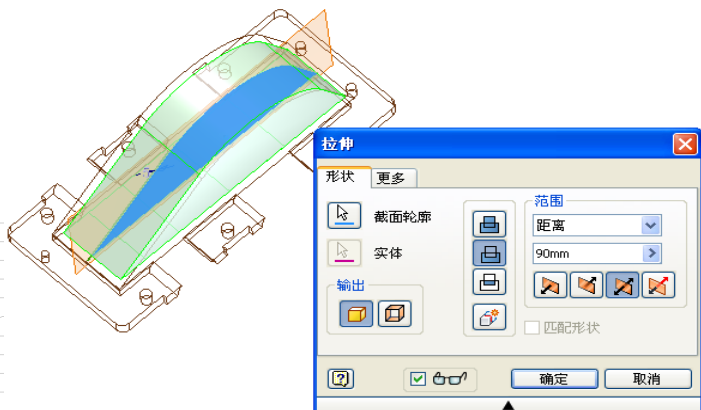

图 9-75 拉伸示意图
③单击【草图】标签上的【完成草图】工具按钮，退出草图环境，进入零件特征环境中，单击【模型】标签栏【创建】面板上的【拉伸】工具按钮，打开【拉伸】对话框，选择图 9-75 拉伸示意图中的截面形状作为拉伸的截面轮廓，布尔方式设置为【求差】，设置拉伸距离为 90mm，拉伸方向为【对称】，其他拉伸设置如图 9-75 中的【拉伸】对话框所示。